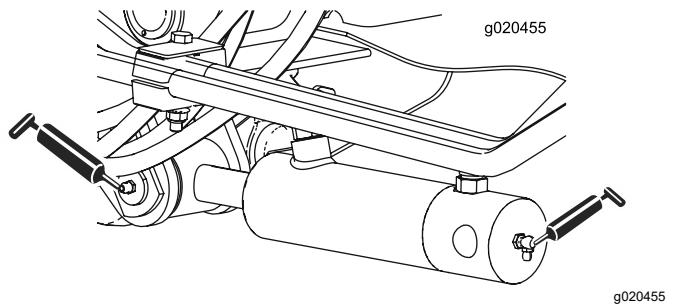

Figure 79
- 2 (de chaque côté) bagues de vérin de bras de levage (Figure 79)